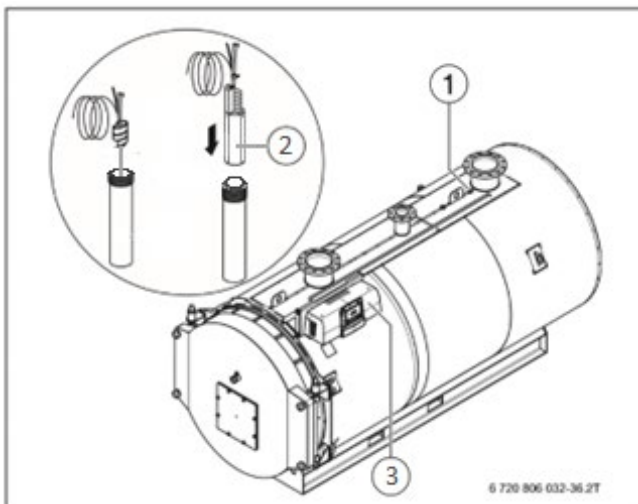

Рисунок 17 Установка датчика температуры ONIX 100 – 850 кВт
- Закрепите болтами горелку (Рисунок 17, [1]) на плите [2].